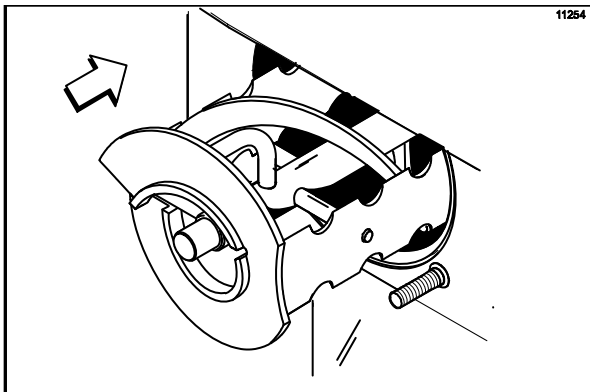

Abbildung 114
- Die Schabemesser auf dem Rührwerk festhalten und das Rührwerk in den Gefrierzylinder einsetzen. Das Wellenende fest in die Antriebsaufnahme eingreifen lassen. (Siehe Abbildung 114.)